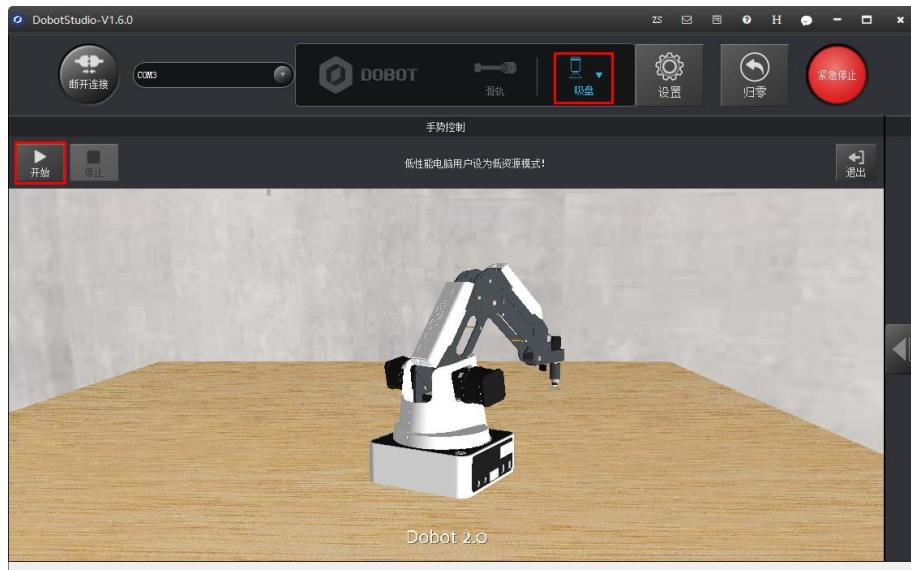

图 5.106 单击开始
**步骤 5** 在DobotStudio界面选择末端“吸盘”, 并点击“开始”使用手势控制机械臂。如图 5.106所示。为了保持机械臂的稳定, 可以手掌向上移入手势感应区域。然后手掌向下, 并在手势感应区域上方移动手, 机械臂会向相应的方向移动。